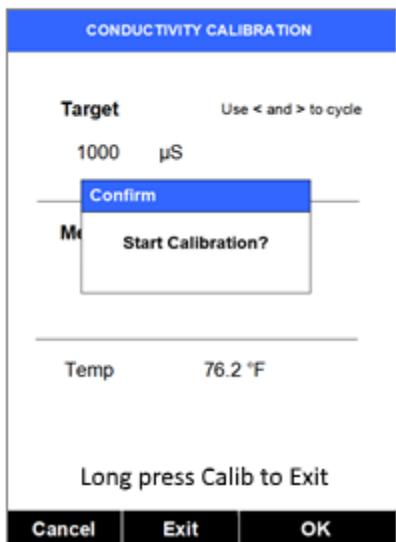

图 20
- 7) 按OK 键 (对应 Calib) 准备开始校准。显示更新如图20。